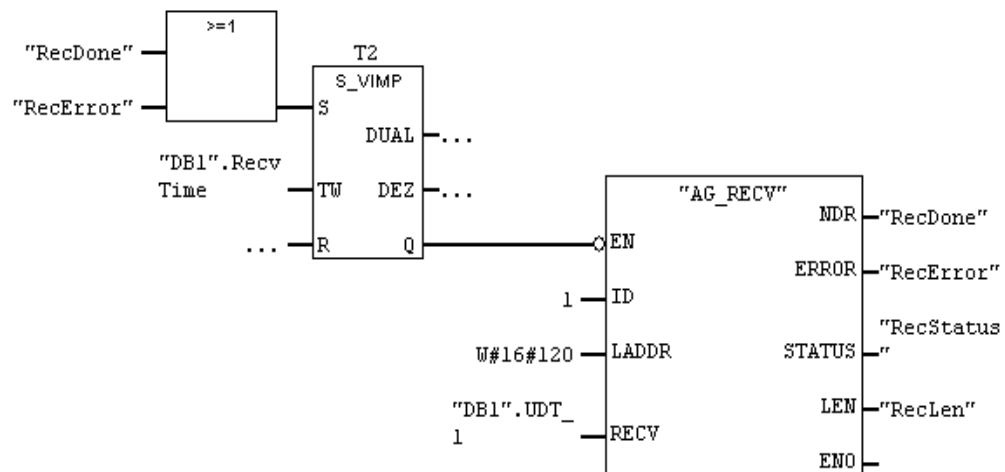

Bild 23: Die Konfiguration für „AG_RECV“ (FC 6)
- Verbinden und Konfigurieren Sie die Funktionsbausteine wie in Bild 23.